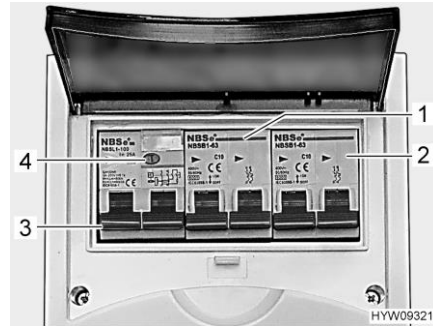

Fig. 165 Disjoncteur de protection de circuit et disjoncteur FI (coffret de fusibles 230 V)
Un disjoncteur différentiel (disjoncteur FI) (Fig. 165,3) dans le coffret de fusibles protège tout le véhicule contre le courant différentiel (30 mA).
Le disjoncteur de protection de circuit connecté en aval (10 A) (Fig. 165,1) protège les prises de courant de 230 V, le bloc électrique, le chargeur supplémentaire et le réfrigérateur.
Sur les véhicules possédant un équipement particulier tel que la climatisation dans le toit, un disjoncteur de protection de circuit supplémentaire (16 A) (Fig. 165,2) protège l'appareil.
- Lorsque le véhicule est raccordé à l'alimentation 230 V, appuyer sur la touche de contrôle (Fig. 165,4). Le disjoncteur différentiel (FI) doit se déclencher.